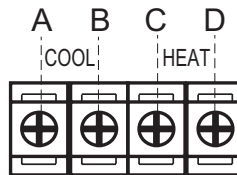

Рис. 3
- COOL** — Цифровой вход. Когда терминалы замкнуты, система работает в режиме охлаждения, а индикатор «Охлаждение» светится. Клемма А положительная (+), клемма В отрицательная (-) (см. рис. 3).
- HEAT** — Цифровой вход. Когда терминалы замкнуты, система работает в режиме нагрева, а индикатор «Нагрев» светится. Клемма С положительная (+), клемма D отрицательная (-) (см. рис. 3).